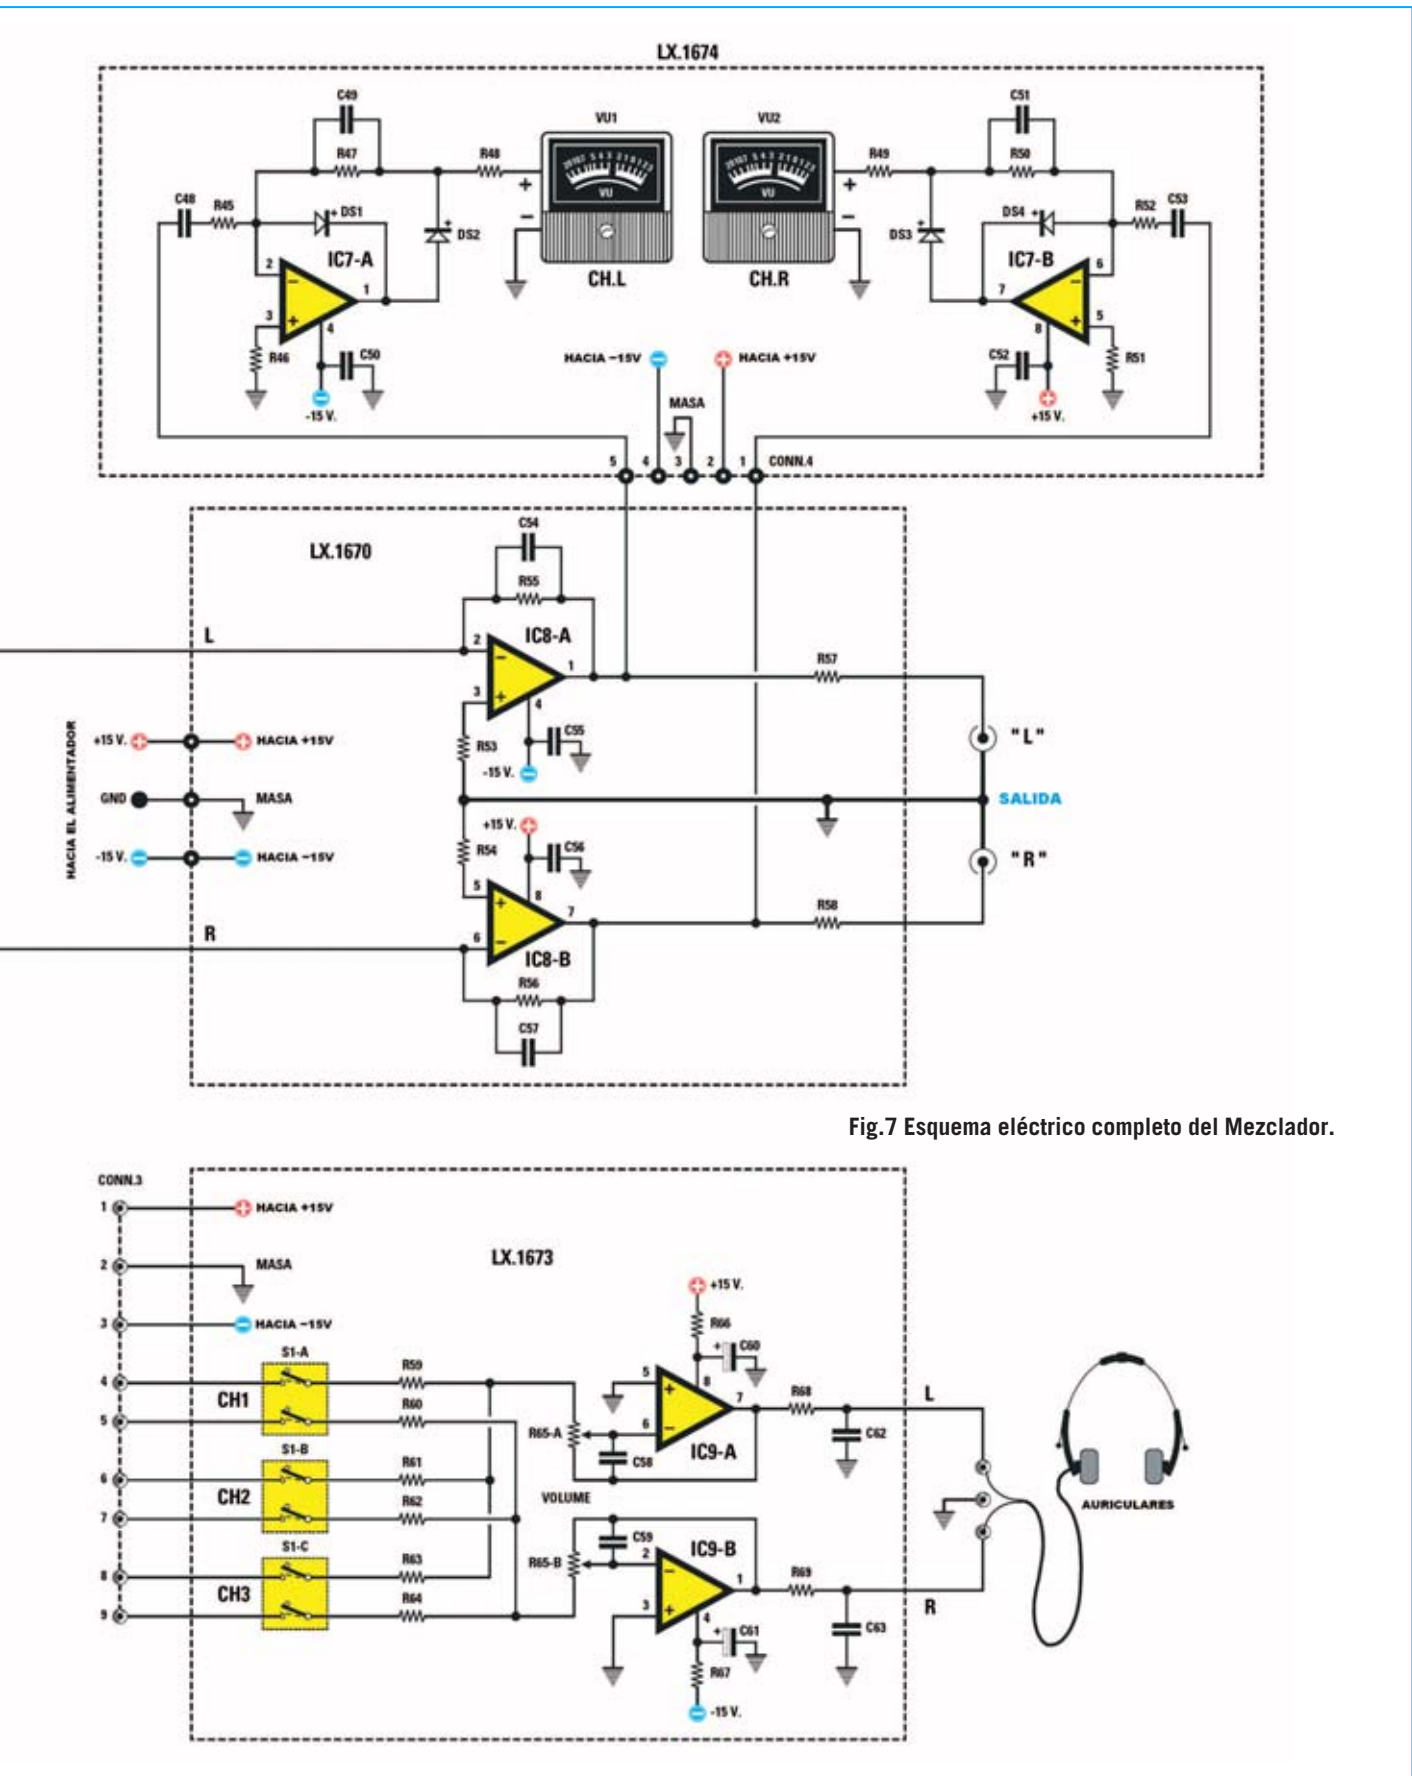

Fig.7 Esquema eléctrico completo del Mezclador.
Como se puede observar en la Fig.7, el Mezclador dispone de **tres entradas**, referenciadas como **CH1-CH2-CH3**. Estas entradas son **estéreo**, por lo que se desdoblan en dos canales, **izquierdo** y **derecho** (Left / Right).
Como se ha indicado anteriormente la señal procedente de un **micrófono** tiene que aplicarse a la **entrada MIC** (ver Fig.7). De aquí la señal se manda a la entrada no **inversora** del operacional **IC4/A**, que procede a amplificarla unas **10 veces**.
**S1/C** (ver Fig.7), que permiten realizar una **pre-escucha** mediante unos **auriculares** de cada una de las tres señales de entrada.